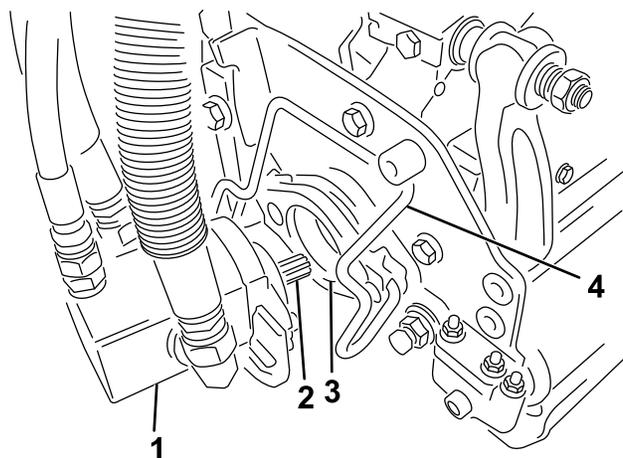

Figure 3
4. Insérez le moteur dans le côté gauche de l'unité d'aération (vu de la position de l'utilisateur) et tirez la barre de retenue du moteur, située sur l'unité d'aération, vers le moteur jusqu'à ce que vous entendiez un déclic des deux côtés du moteur (Figure 3).